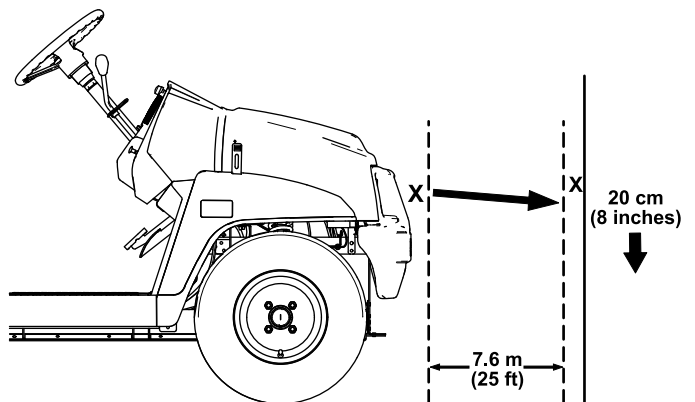

Figura 52
1. Parcați mașina pe o suprafață plană, cu farurile la aproximativ 7,6 m de un perete (Figura 52).
Partea cea mai luminoasă a fasciculului farului trebuie să fie la 20 cm sub semnul marcat pe perete. (Figura 52).